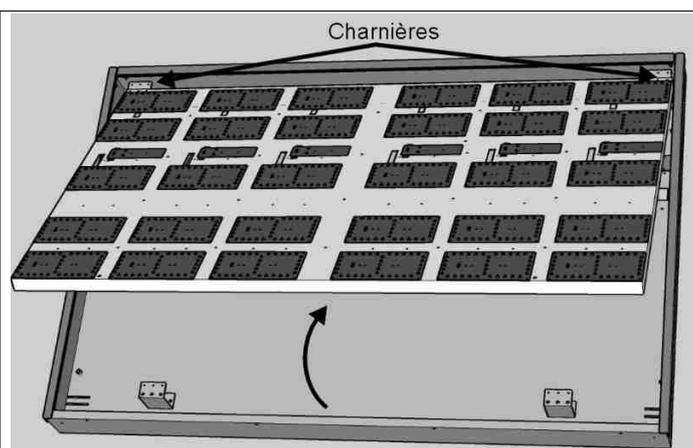

Fig. 15: Ouverture du support des cartes à LED
5. Tournez le support où sont montées les cartes à LED (Fig. 15) en faisant levier sur les charnières du côté droit.